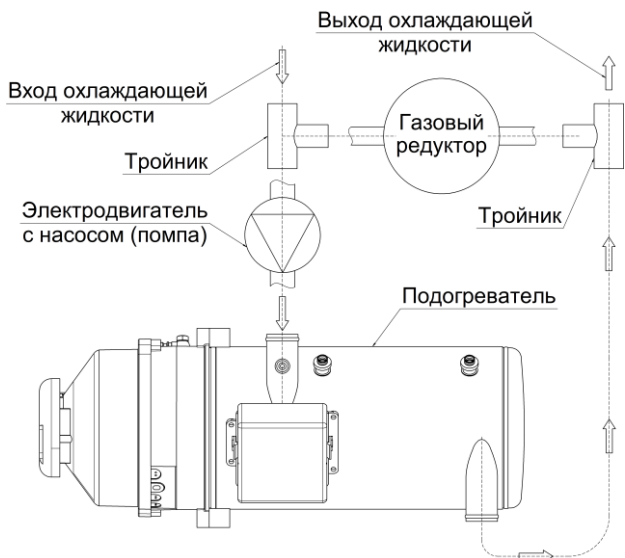

Рис. 3. Схема подключения газового редуктора в контур охлаждения
11.3 Так как расширение сжатых газов имеет следствием сильное охлаждение, то газовый редуктор должен подогреваться. Это производится за счет включения его в контур охлаждения (рис. 3).